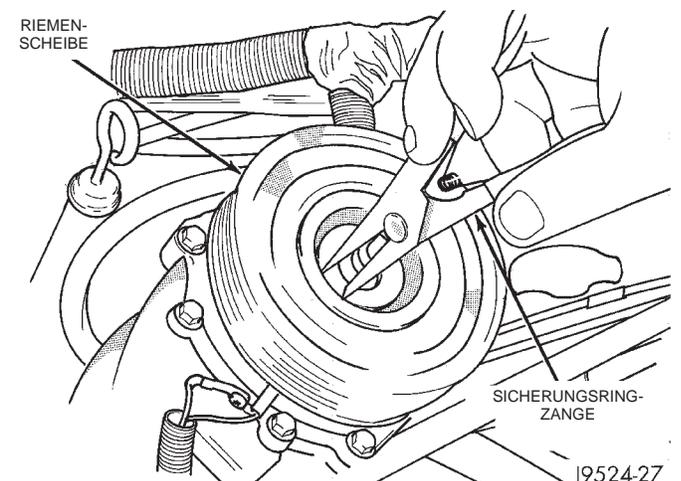

Abb. 21 Äußeren Sicherungsring abnehmen
(8) Wellenkeil und Beilegscheiben der Kupplung von der Kompressorwelle abnehmen.
(9) Den äußeren Sicherungsring vom vorderen Gehäuse mit einer Sicherungsringzange abnehmen (Abb. 21).